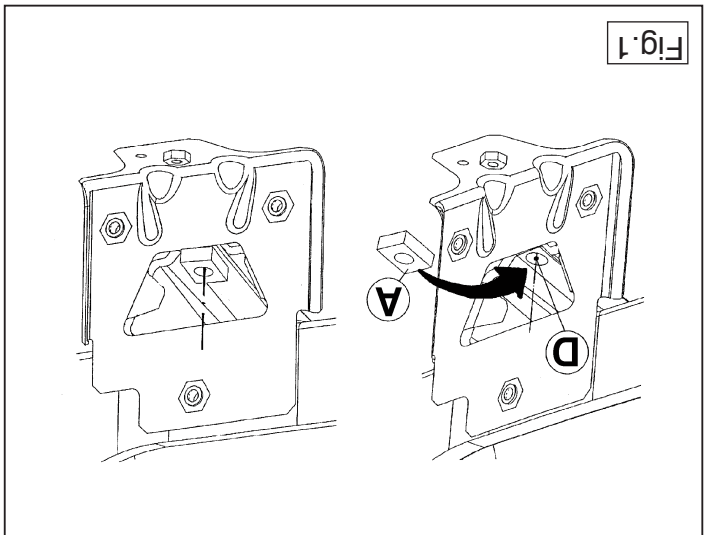

Fig. 1
2. Position the backplates A as shown in figure 1.
2. Positionner les contreplaqués A conformément à la figure 1.
2. Die Gegenplatten A gemäß Abbildung 1 befestigen.
2. Coloque las placas de apoyo A tal como se indica en la imagen 1
2. Поместить упрные пластины A, как указано на рис. 1.